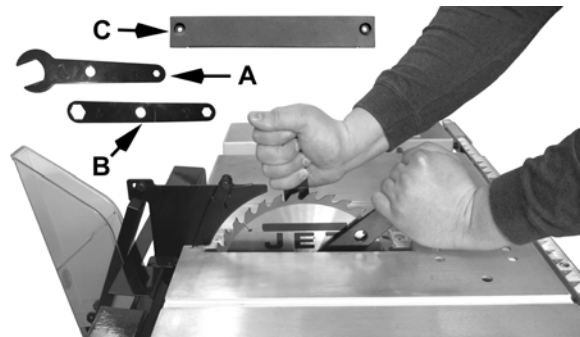

Figura 23
2. Retire los dos tornillos de inserción y retire el *accesorio de inserción de la mesa* (C, Figura 23) del bolsillo de la mesa.
3. Coloque la *llave de extremo abierto para el mandril* (A, Figura 23) en los extremos planos del interior de la brida de la hoja para evitar que gire. Haga girar la tuerca del mandril en sentido contrahorario con la *llave de extremo cerrado para el mandril* (B, Figura 23) y retire la tuerca y la brida exterior del mandril.